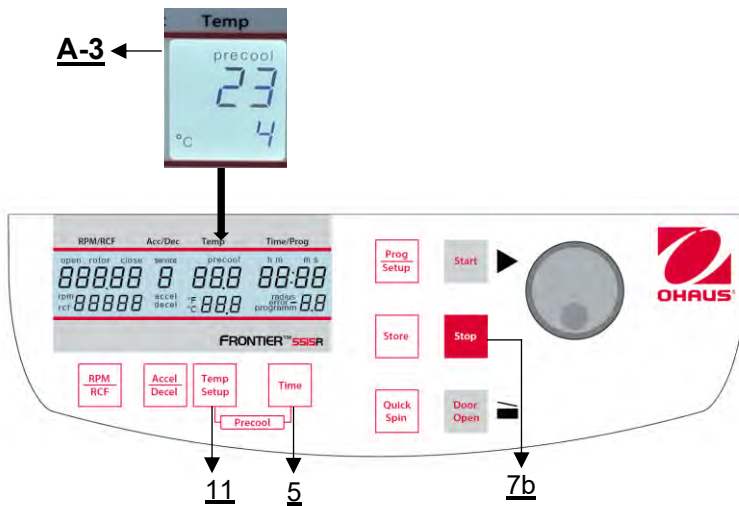

Figure 20
Si les échantillons sont sensibles à la température, il est utile de pré-refroidir la centrifugeuse, le rotor et éventuellement les godets à la température de travail requise. Pour ce faire, insérer le rotor désiré et régler la température correspondante. En appuyant simultanément sur les touches "**Temp/Setup**" (11) et "**Time**" (5), vous pouvez démarrer la centrifugation (**Figure 20**). En cours de fonctionnement, l'appareil choisit automatiquement une vitesse de rotation équivalente à 30 ou 50 % de la vitesse de rotation autorisée pour le rotor concerné (en fonction du rotor). Une fois que la température prédéfinie est atteinte, vous pouvez quitter le cycle de pré-refroidissement en appuyant sur la touche "**Stop**" (7b).